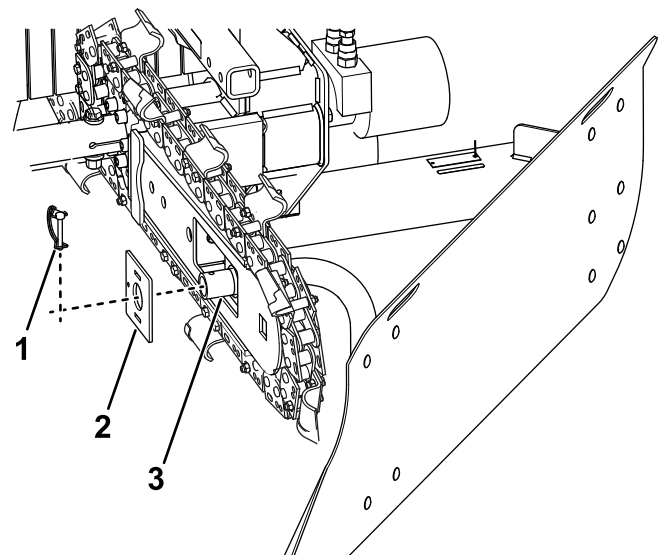

Figura 4
3. Rimuovere l'acciarino e la piastra di montaggio dalla staffa di montaggio anteriore (Figura 4).
5. Infilate la piastra di montaggio sulla staffa di montaggio anteriore, fissandola con l'acciarino attaccato (Figura 4).